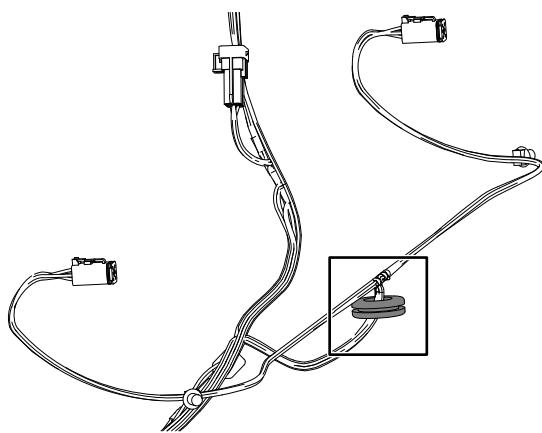

Figure 9
1. Passez le connecteur à 6 douilles associé à la branche RIGHT FRONT TURN/RUNNING LIGHT de 112 cm du faisceau dans le passe-câble et rapprochez le passe-câble de la branche de 112 cm (Figure 9).
3. Positionnez le passe-câble comme montré à la Figure 9.